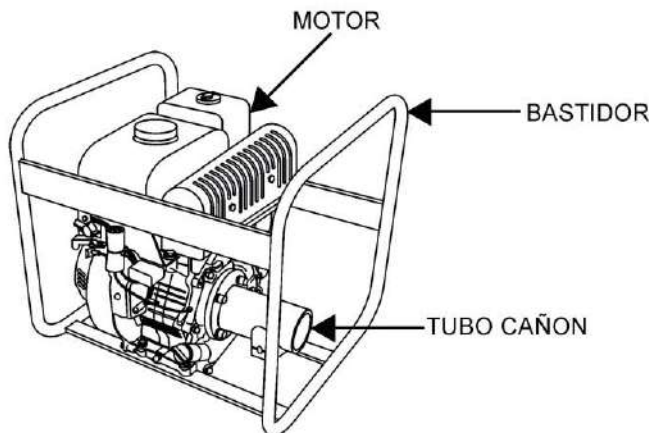

FIGURA 11. UNIDAD MOTRIZ
- a) Unidad motriz (figura 11)